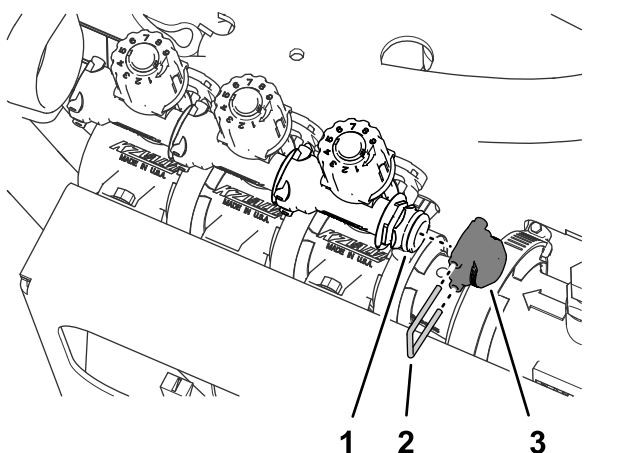

图65
3. 取下将盖子固定至旁通阀快速断开接头的卡环并取下盖子 图65。